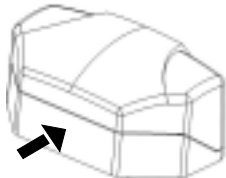

Рис. 3
11.1. Снимите крышку извещателя, для чего нажав на заднюю стенку основания извещателя (рисунок 3), сдавите пальцами второй руки края крышки, в местах указанных на рисунке 4, снимите крышку.